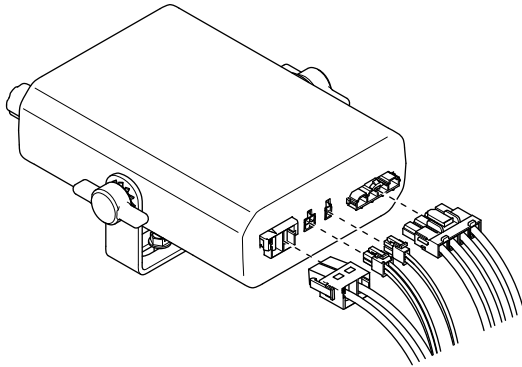

Bild 12
3. Verbinden Sie den Kabelbaum des Steuergeräts mit dem Anschluss des Steuergeräts (Bild 12).